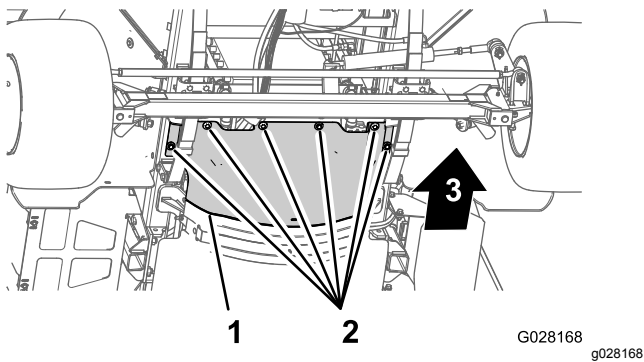

Bild 56
3. Entfernen Sie die sechs Sechskantschrauben und sechs Scheiben, mit denen das vordere Wärmeschutzblech am Chassis befestigt ist, und nehmen Sie das Schutzblech ab (Bild 56).